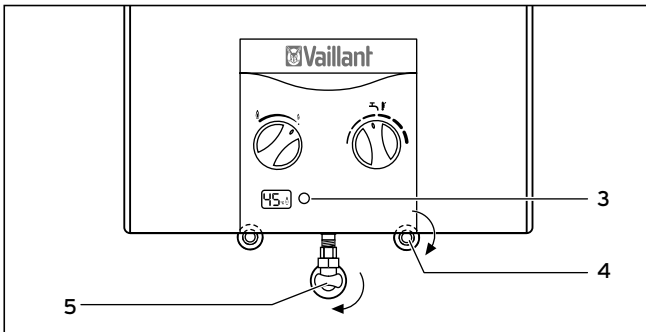

Fig. 4.6 Spegnimento
- Chiudere la valvola di intercettazione sul raccordo dell'acqua fredda (6) dell'apparecchio ruotando la manopola verso destra fino all'arresto (un quarto di giro) (vedere anche fig. 4.6).